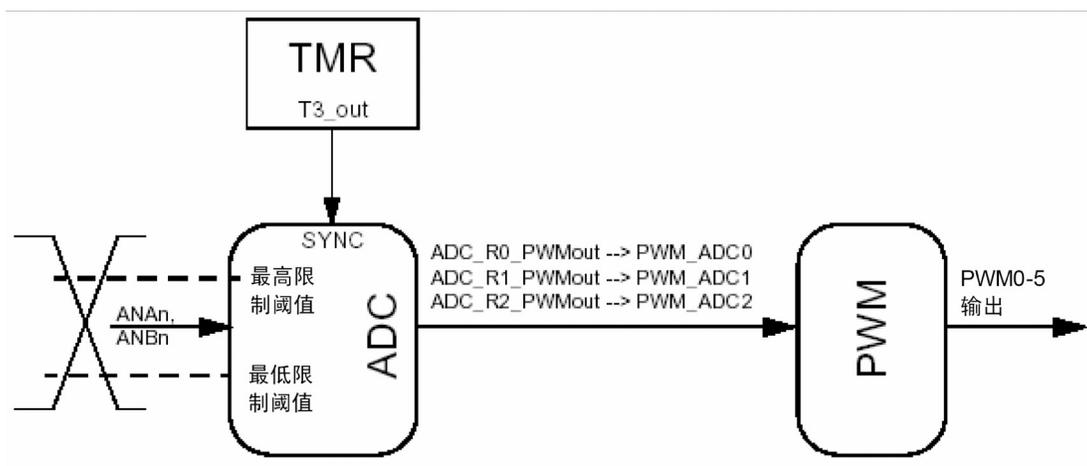
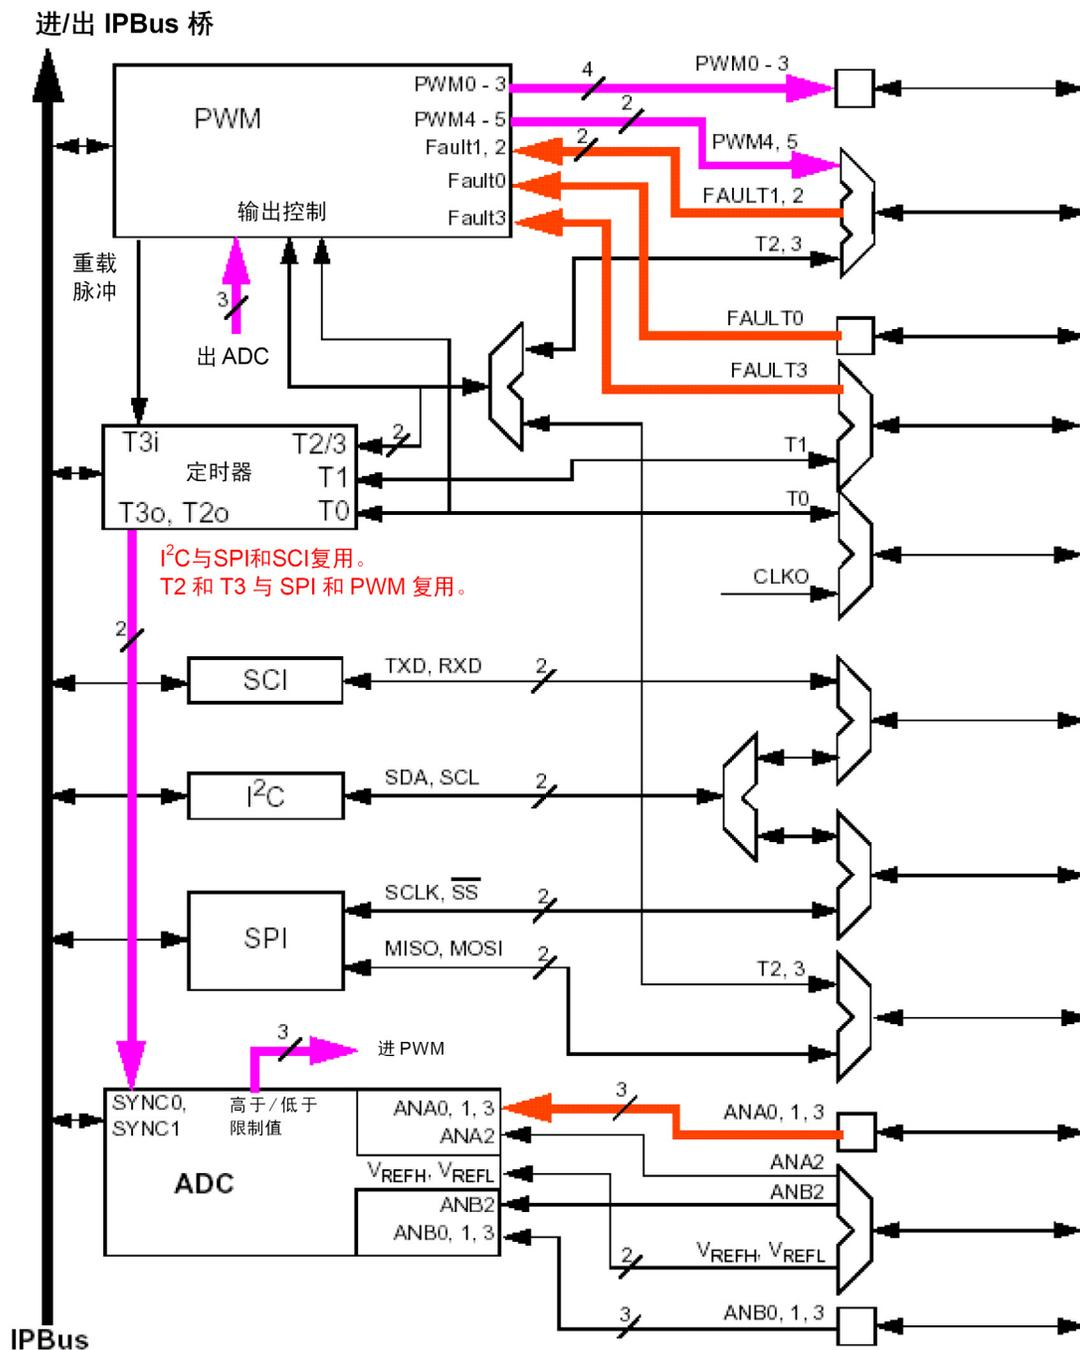

图 8. 驱动 PWM 输出的 ADC 输入
图 9. 提供 PWM 输出 ADC 控制的定时器驱动 ADC 采样
9.2 节 ADC 控制 PWM 输出介绍了 ADC 在最高采样率操作时，对 PWM 输出进行的控制。如果 ADC 采样不需要全速运行，可以使用定时器根据用户定义速率提供定期采样。详细信息请见图 8 和图 9。